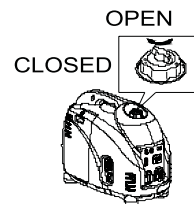

Рис. 8
3. Переключатель в режим экономии (Рис. 8).
5. Вентилируемая крышка топливного бака (Рис. 8).